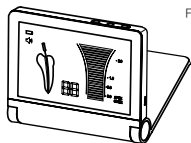

Fig.1
- Insérez le testeur dans la prise du câble de mesure (Figure 1). L'écran LCD doit afficher une valeur comprise entre "0,5-0,0" et l'indicateur de canal radiculaire doit se situer dans la zone jaune, ce qui signifie un fonctionnement normal. Si la valeur ne se situe pas dans cette plage, l'appareil peut être endommagé et ne doit pas être utilisé.
- Connectez le câble de mesure : insérez fermement la fiche du câble dans la prise prévue à cet effet sur l'unité. (Fig. 1)